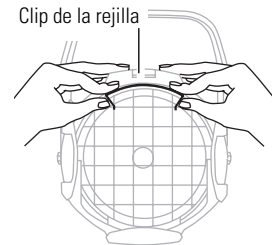

Figura 2
3. Quite la rejilla de seguridad aplicando presión sobre el clip de la rejilla con su pulgar y dedo índice. Saque la rejilla. Ver la **Figura 2**.
6. Apriete el clip de sujeción con el dedo para soltar la lente. Ver la **Figura 2**.
6. Instale la rejilla de seguridad antes de usar la unidad. Para instalar la rejilla de seguridad, apriete el clip de la rejilla con su pulgar e índice y coloque la rejilla en el anillo para girar la lente. El clip de la rejilla debe estar colocado debajo del clip de seguridad. Ver la **Figura 2**.